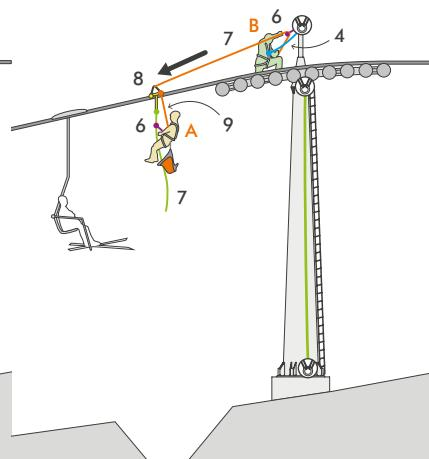

Fig. 2
2) At the top of the pylon, operators A and B protect themselves with work positioning lanyards (4). Operator B creates an anchor point on the structure of the pylon to which he connects a self-braking descender (6) into which he inserts the command rope (7), connected to a rescue pulley EN 1909 (8). Operator A fits the rescue pulley onto the cable and attaches himself to it using a second self-braking descender (6) on the descent rope (7). In addition, the operator connects a retractable type fall arrester (8) between the chest ring of the harness and the lift cable, placing it in the apposite slot of the rescue pulley. Now operator B can start lowering. Operator B lowers A down along the cable, using the command rope, until he reaches the first chair (Fig. 2).
3) Operator A sets up, on a multi-anchor anchor plate (10) connected to the rescue pulley, a sling with loops (11) and lowers himself, using his own self-braking descender (6), until he reaches the chair.
2) Giunti alla sommità del traliccio, gli operatori A e B vi si assicurano per mezzo di un cordino di posizionamento (4). L'operatore B crea un ancoraggio sulla struttura del traliccio a cui connette un discensore auto-frenante (6) nel quale inserisce la corda di comando (7), collegata ad una carrucola da soccorso EN 1909 (8). L'operatore A colloca sul cavo la carrucola da soccorso e vi si appende tramite un altro discensore auto-frenante (6) inserito nella corda di calata (7). In aggiunta a ciò, l'operatore predisponde un anticaduta retrattile (9) collegato all'anello sternale dell'imbracatura, agganciato al cavo dell'impianto e alloggiato nell'apposita sede della carrucola da soccorso. A questo punto l'operatore B può calare A lungo il cavo, tramite la corda di comando, fino a raggiungere il primo seggiolino (Fig. 2).
3) L'operatore A predisponde, sulla piastra multi-ancoraggio (10) collegata alla carrucola di soccorso, una fettuccia regolabile con anelli (11) e si cala, mediante il proprio discensore auto-frenante (6), fino a raggiungere il seggiolino.